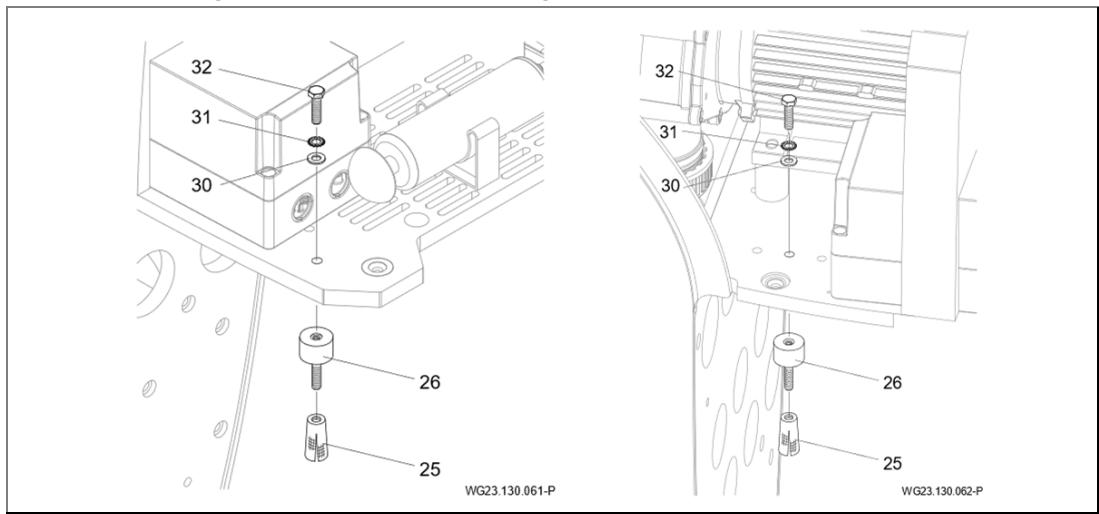

Рис. 6
- Вставьте распорный дюбель (25) и навинтите резино-металлический буфер (26). "Рис. 6" на стр. 21 и .
- Разместите установку на резино-металлических буферах и закрепите ее с помощью винтов с шестигранной головкой (32), зубчатых шайб (31) и прокладочных шайб (30). "Рис. 6" на стр. 21.